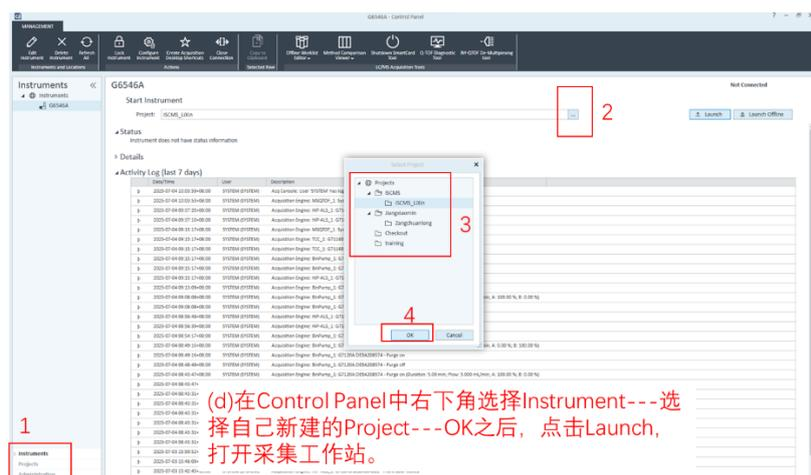

图6-10 断开项目文件连接
2. 如果不能选择自己的 Project 文件并成功 Launch 到 Masshunter Workstation, 需要先断开仪器工作站与当前其他用户的项目文件, 重新打开, 操作参见图 6-10: (a) 确认仪器为非运行待机状态, 点击 MassHunter Workstation 页面右上角 Close 图标; (b) 回到 Control Panel 界面, 选择右下角 Instrument 选项后, 点击菜单栏 Close Connection, 弹出确认关闭连接确认窗口, 选择 Yes。(c) 随后软件启动关闭进行连接进程, 请耐心等待过程